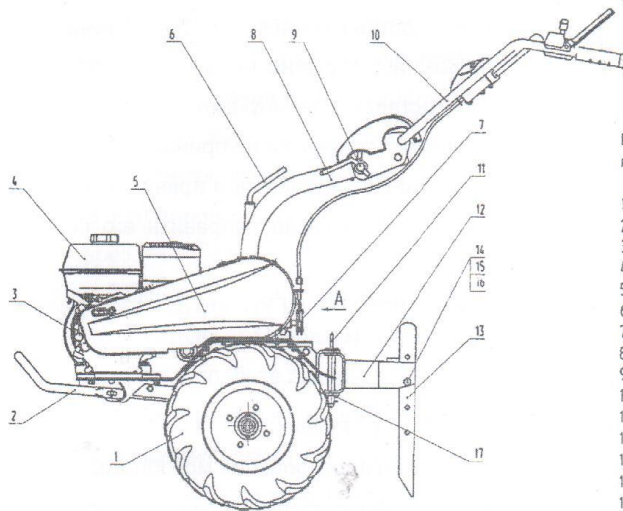

Рис.1 Устройство мотоблока с рычагом переключения скоростей на рукоятке руля
- снимите защитный кожух 5 (рис.1) клиноременной передачи;